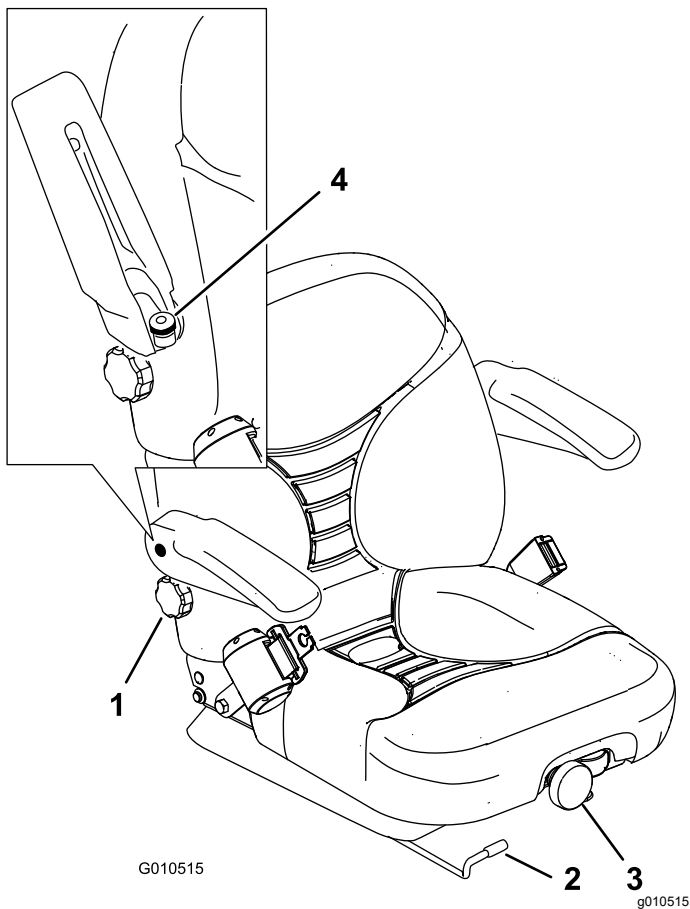

图 29
1. 横向移动控制杆打开座椅的锁定图 29。
要调整座椅可向任一方向旋动前旋钮以提供最佳的舒适度图 29。
要调整座椅可向任一方向旋动旋钮在右扶手下方以提供最佳的舒适性图 29。
提起扶手并向任一方向旋动旋钮以提供最佳的舒适性(图 29)。